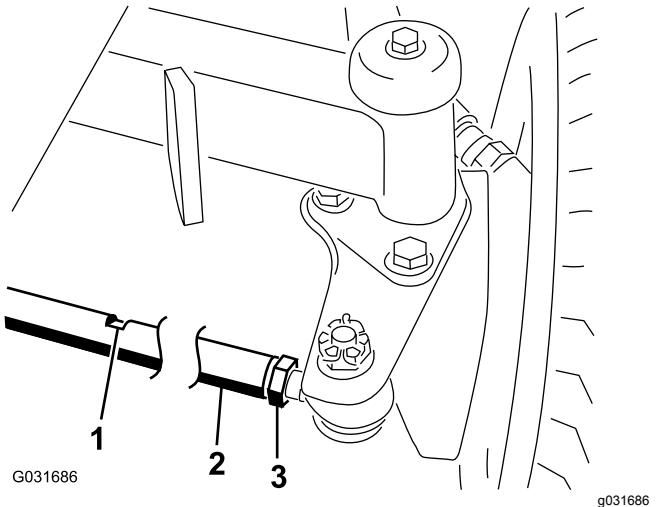

図 48
2. 各タイロッド図48の端についているジャムナットをゆるめる。